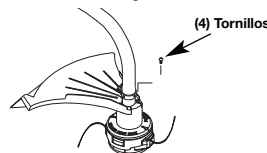

Fig. 2
2. Empuje el protector accesorio de corte hacia abajo hasta la parte superior del ensamble del accesorio de corte y luego gire el protector accesorio de corte hasta que los orificios de los tornillos se alinean y la protección calza en la cavidad cóncava (Fig. 2).
3. Instale los tornillos con un destornillador Phillips (Fig. 2).